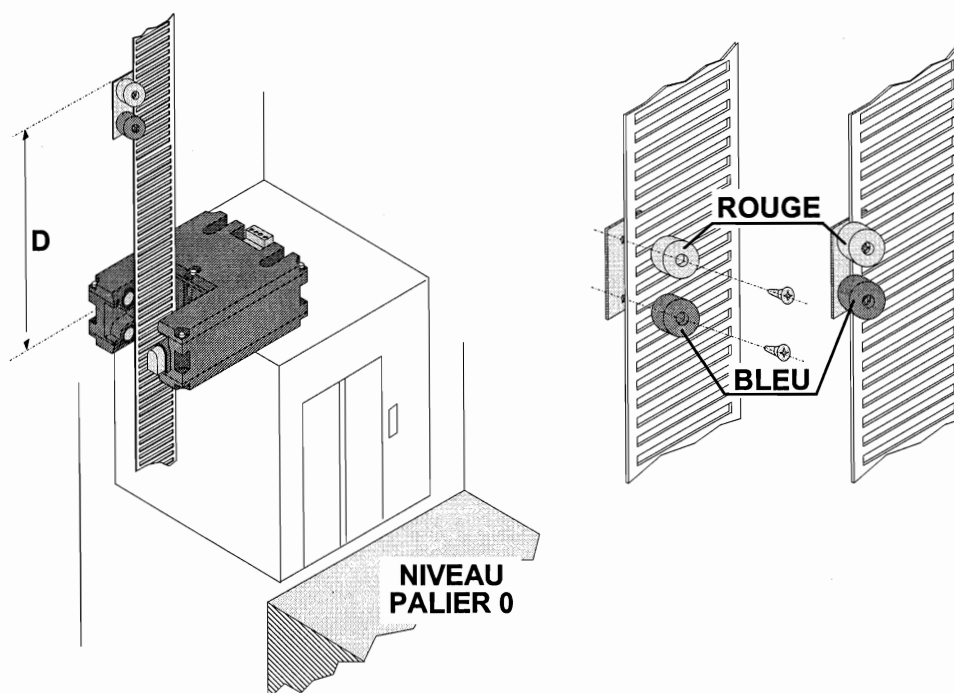

Figure 1 Positionnement de l'aimant "ED"
- 7) Positionner l'aimant **ED** au dessus du capteur **O03-1** à la distance (**D**) correspondant à la distance de ralentissement souhaitée (voir figure 1), dans le cas d'un capteur **O03-2** positionner l'aimant **EM** à la même distance de ralentissement (**D**) que celle conseillée pour le ED.